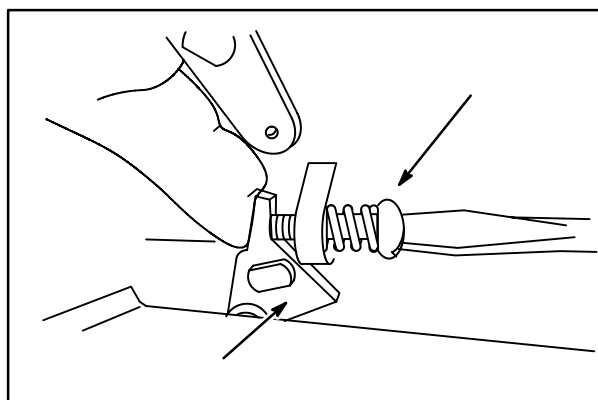

Fig. 10
3. Segure a alavanca do acelerador (2) contra o parafuso da velocidade sem carga (1), Fig. 10. Faça o ajuste sem carga temporariamente para as RPM mostradas abaixo: